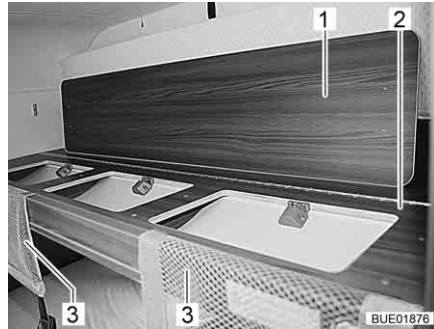

Fig. 83 Redes de seguridad y tablero insertable
- Quitar las redes de seguridad (Fig. 83,3) de la superficie de descanso.
- Colocar el tablero insertable (Fig. 83,1) en la superficie de descanso (Fig. 83,2).